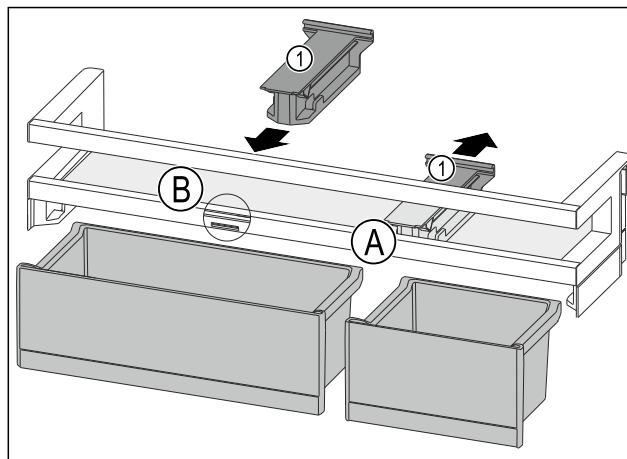

Fig. 185
- Largoni nga prapa pjesën mbajtëse Fig. 185 (A) në pozicionin Fig. 185 (B).
- Vendosni pjesën mbajtëse Fig. 185 (A) në pozicionin Fig. 185 (B).